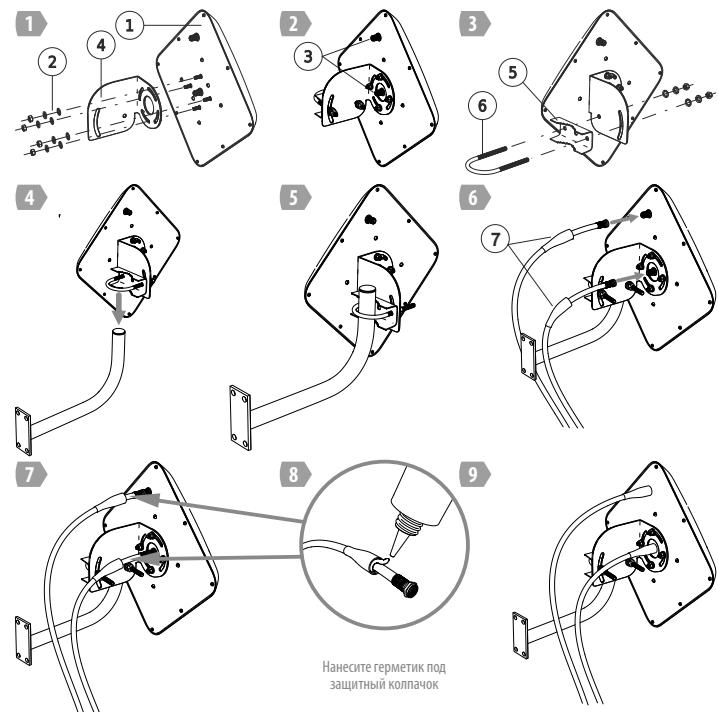
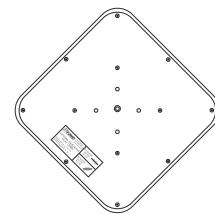

Рисунок 2. Узлы антенны и сборка «FLAT-15F MIMO»
Рисунок 3. Ориентация антенны «FLAT-15F MIMO»
- 4.1 Закрепите Г-образную скобу (см. рис.2 позиция 4) на корпусе антенны (см. рис.2 позиция 1) с помощью входящих в комплект крепежа гаек и шайб. При этом совместите прорези в скобе и крепежные шпильки (см. рис.2 позиция 2) таким образом, чтобы метка линии горизонта на наклейке для используемого стандарта связи совпадала с фактической линией горизонта (см. рис.3)